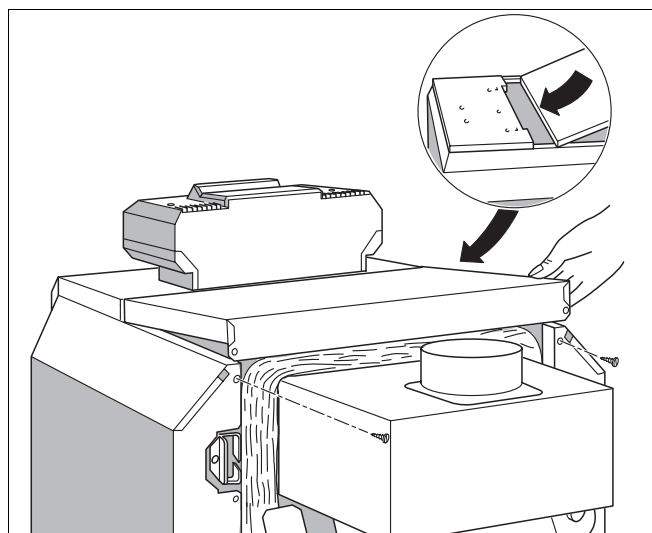

Fig. 22 Montarea capacului posterior al cazanului
- Introduceți capacul cazanului din spate sub capacul din față și în spate apăsați în jos (Fig. 22).